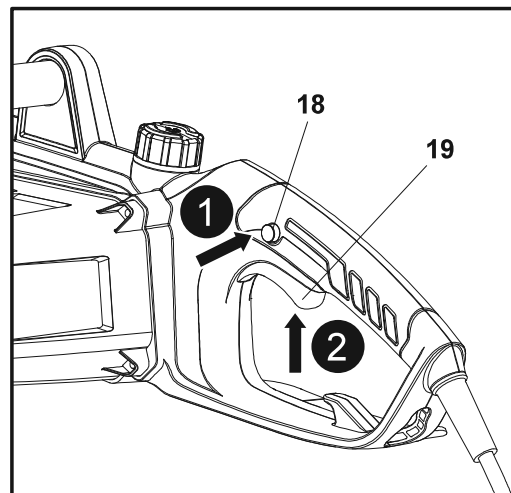

Fig. 16
1. Mantenga pulsado el botón de bloqueo-apagado (18) en posición (Fig. 16, paso 1).
2. Presione el interruptor de encendido/apagado (19) para encender el producto (Fig. 16, paso 2). Seguidamente, suelte el botón de bloqueo-apagado (18).
3. Suelte el interruptor de encendido/apagado (19) para apagar el producto.